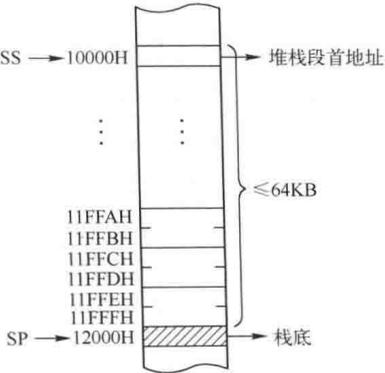

图 2-15 堆栈在存储器中的分布情况
若(SS)=1000H, (SP)=2000H（括号表示给定寄存器中存储的内容），则堆栈在存储器的分布情况如图 2-15 所示。